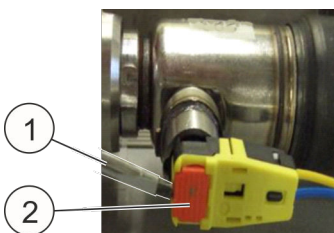

Abb. 91: Zündstecker
11. ▶ Mit einem kleinen Schraubendreher (Abb. 91/1) die rote Arretierung (Abb. 91/2) am Zündstecker heraus drücken.